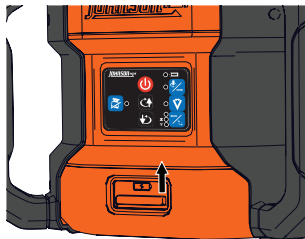

Figura 1
1. Deslice para abrir el puerto de recarga de la batería en la parte delantera del láser rotativo. (Figura 1)